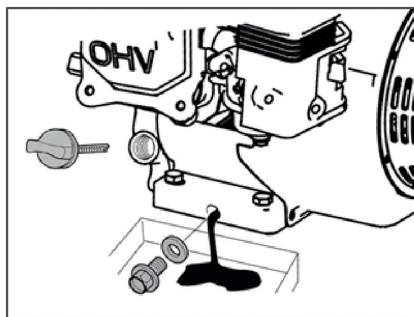

Рис. 13. Замена моторного масла
3. Очистите от загрязнений зону вокруг маслозаливной горловины. Извлеките шуп из маслозаливной горловины и протрите его чистой ветошью (Рис. 13).
4. Выкрутите болт отверстия для слива масла и слейте отработанное масло в подготовленную для этого емкость (Рис. 13).